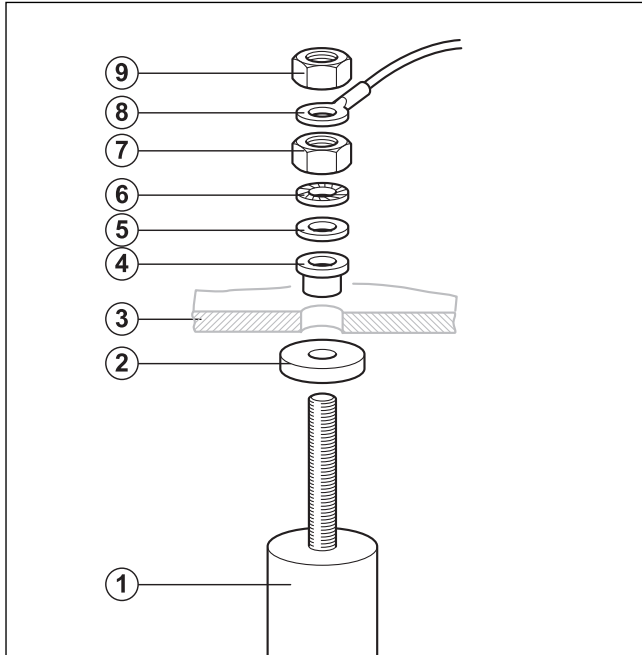

Fig. 21 Sustituir el ánodo de magnesio
- ▶ Montar nuevo ánodo de magnesio con las piezas pequeñas suministradas (→ fig. 21).